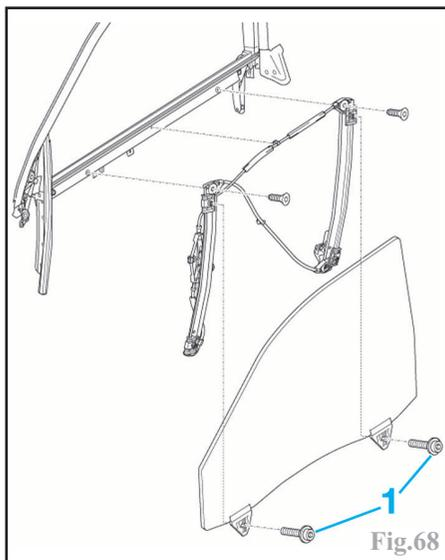

Fig.68
Déposer les fixations (1) (Fig.68) et extraire la vitre.